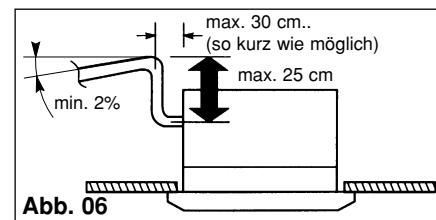

Abb. 06
- Falls notwendig, kann die Kondensatabflussleitung sofort am Austritt aus dem Gerät nach oben geführt werden. max. Höhe : 25 cm (Abb. 06).
- Sicherstellen, dass der Kondensatabfluss eine leichte Neigung in Fließrichtung hat und keinen Siphon bildet (Abb. 06).